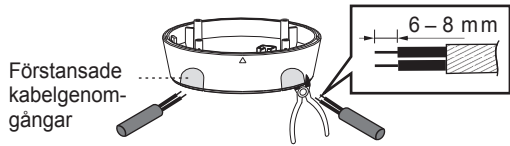

FIG. 18
3.3.4.2 För att mata strömkablar genom sidan av kopplingsdosan för utanpåliggande montering, använd en tång för att trycka ut de förstansade kabelgenomgångarna på sidan av kopplingsdosan och mata kablarna genom dem. Strippa 6-8 mm av kabelmanteln för kabeldragning (se FIG. 18).